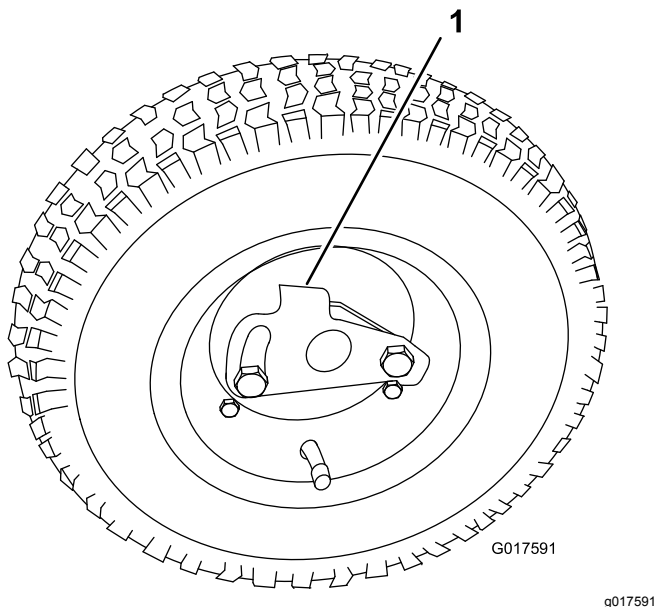

Рисунок 8
3. Отведите стопор колеса в сторону от центра колеса, чтобы сдвинуть колесо дальше на вал (Рисунок 8).